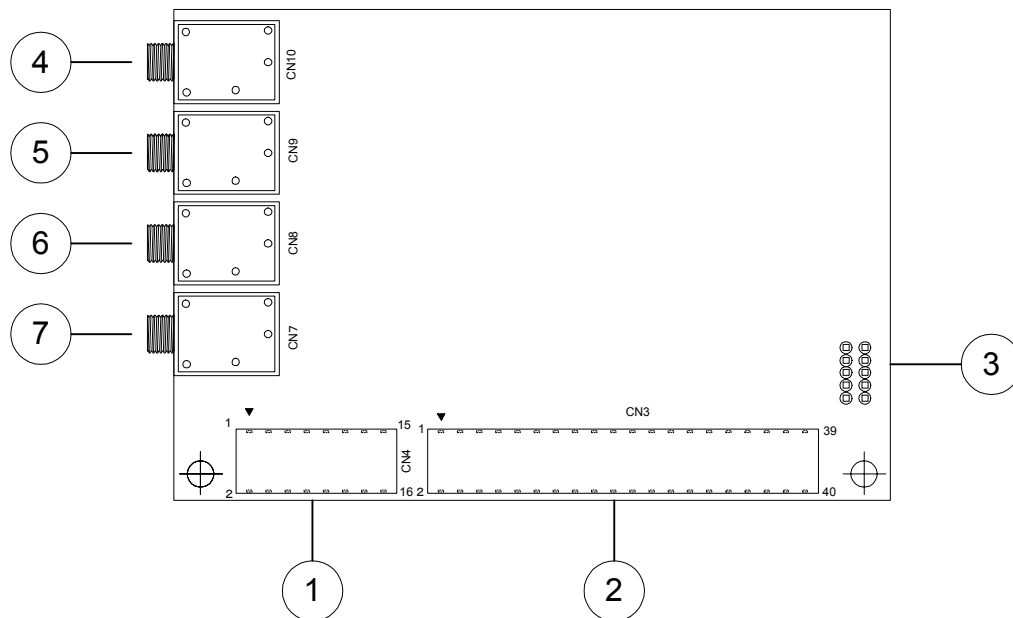

図 4.1 カメラボード・インタフェースコネクタ配置図
カメラボードが有する外部インタフェースの位置は図 4.1 のカメラボード概略図を参照してください。それぞれのピン番号と信号名の対応は 4.1.1 から 4.1.4 に記します。
①5V、Reset 信号用 (CN3 : HIF3H-16DB-2.54S)
: 図 4.1 ①参照
②カメラインタフェースおよび拡張コネクタ (CN1 : HIF3H-40DB-2.54DS) : 図 4.1 ②参照
②-1 S1S65010 評価ボード (S5U1S65K01H0x00) 接続の場合
: 図 4.1 ③参照
マイク・スピーカー・ライン用のコネクタを用意 : 図 4.1 ④～⑦参照